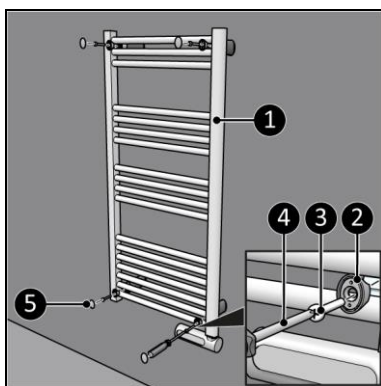

Figura 9
9. Așezați dispozitivul (Figura 9, poz. 1) peste suporturile de perete.
10. Însurubați și strângeți dispozitivul cu patru șuruburi mari (Figura 9, poz. 3) pe suportul de perete folosind o șurubelniță Phillips (Figura 9, poz. 4).
11. Așezați cele patru capace de închidere (Figura 9, poz. 5).